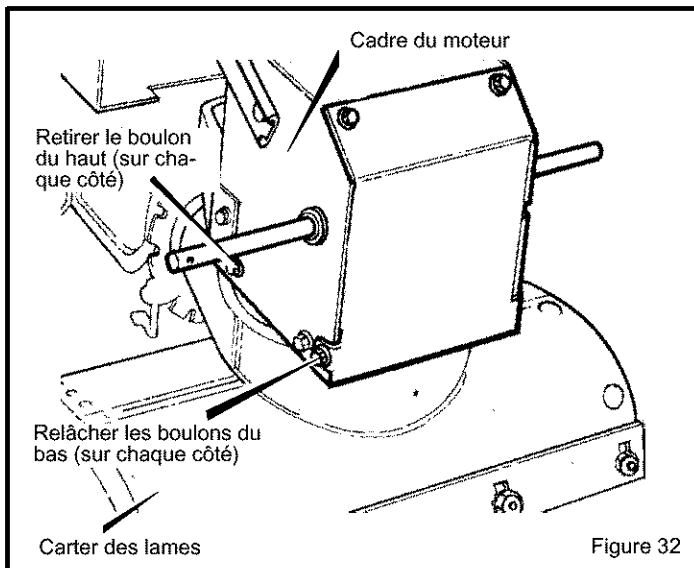

Figure 32
4. Retirer les deux boulons du haut maintenant le carter des lames au cadre du moteur. Relâcher les deux boulons du bas. Voir Figure 32.
14. Remettre les deux boulons du haut. Resserrer les deux boulons du bas. Voir Figure 32.
17. Remettre les deux boulons du haut. Resserrer les deux boulons du bas. Voir Figure 32.